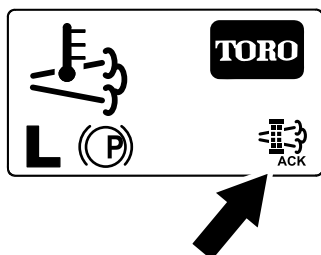

Figura 70
8. O InfoCenter apresenta o Ecrã inicial e o ícone de confirmação da regeneração (Figura 70) surge no canto inferior direito do ecrã enquanto a regeneração é processada.